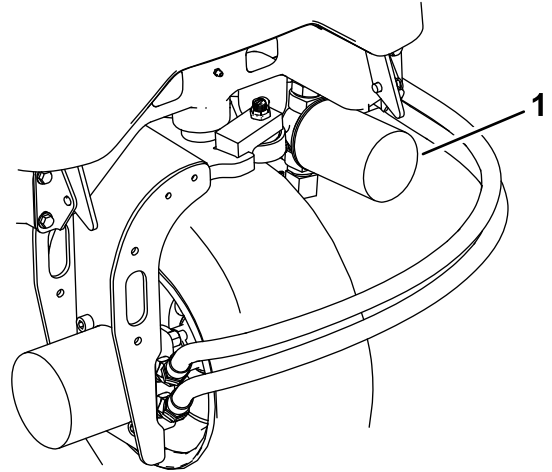
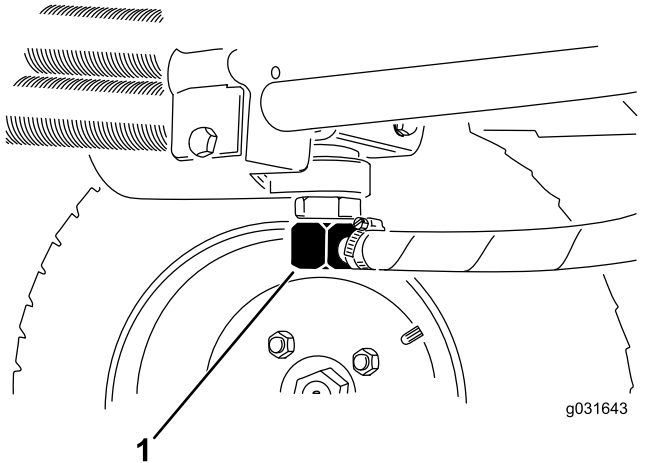

Bild 62
Bild 63
3. Reinigen Sie den Anbaubereich des Filters, stellen Sie eine Auffangwanne unter den Filter und entfernen den Filter (Bild 62).
2. Klemmen Sie die Hydraulikölleitung ab oder entfernen den Hydraulikölfilter und lassen das Hydrauliköl in ein Auffanggefäß ablaufen (Bild 62 und Bild 63).
3. Montieren Sie die Hydraulikölleitung, wenn kein Öl mehr ausströmt (Bild 63).